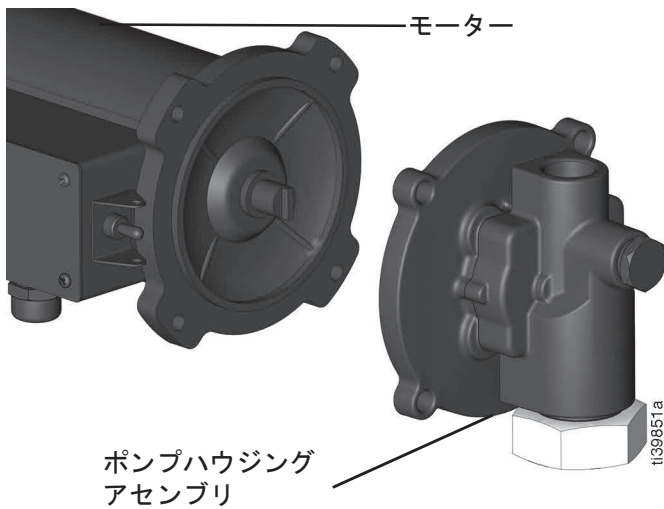

図 4
6. モーターからポンプハウジングアセンブリを外します (図 4 を参照)。